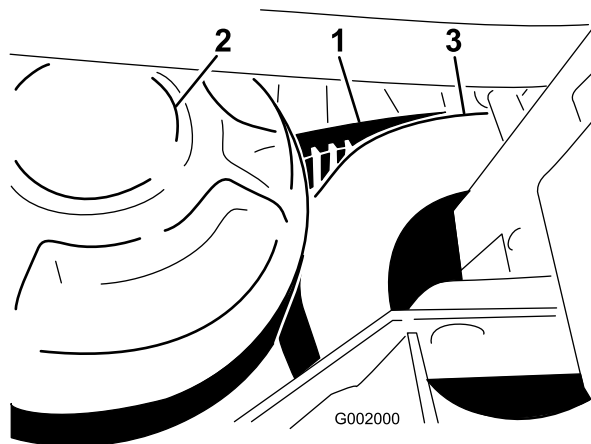

図 61
1. 二次クラッチを回しながら二次クラッチ部分でベルトを外す(図 61)。